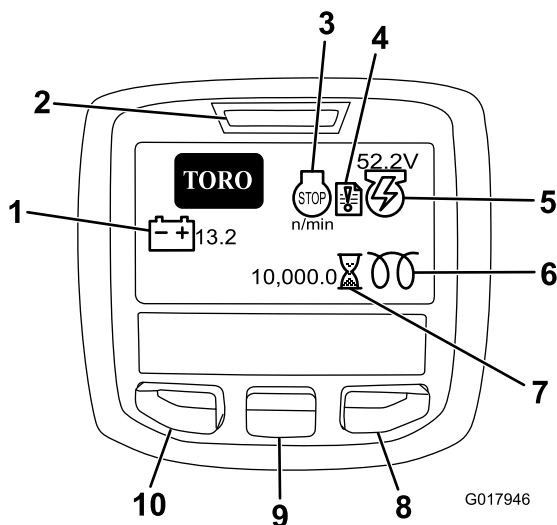
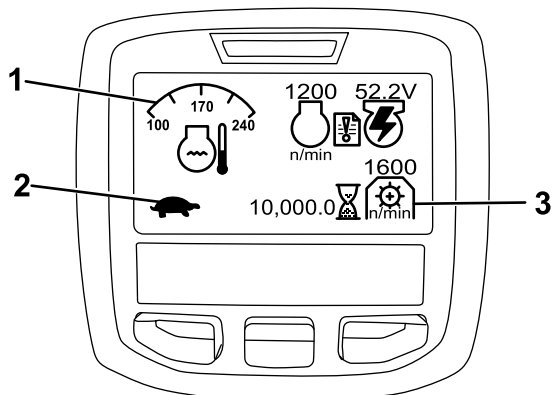

Figura 17
Figura 18
La pantalla LCD del InfoCenter muestra información sobre la máquina, como por ejemplo el estado del generador, la velocidad y diferentes diagnósticos y otra información sobre el motor y la batería. Figura 17 y Figura 18 ilustran la pantalla de inicio y la pantalla principal de información del InfoCenter. Puede cambiar entre la pantalla de inicio y la
3. Usando el gráfico apropiado (Figura 18) para unidades de corte de 5, 8, 11 o 14 cuchillas, determine el ajuste correcto para la velocidad de los molinetes.